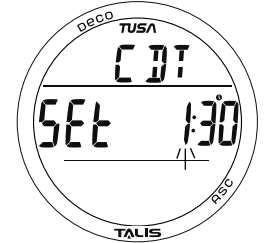

Abb. 91 - FREE-CDT EINSTELLEN
**CDT einstellen**, Informationen beinhalten (Abb. 91):